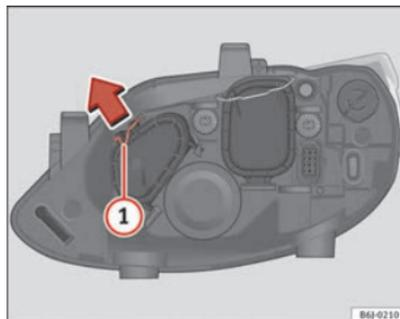

Fig. 151 Luz de posición
- Desplace el tirante ① en el sentido de la flecha y saque la tapa ⇒ fig. 151.